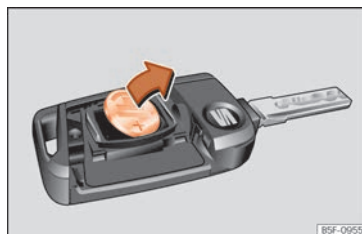

Fig.74 Chave do veículo: extração da pilha.
- Extraia a pilha do compartimento com um objeto fino adequado »»» **Fig. 74.**
- Coloque a pilha nova conforme se mostra »»» **Fig. 74** pressionando-a para o compartimento da pilha, no sentido contrário ao da seta »»» ❷.